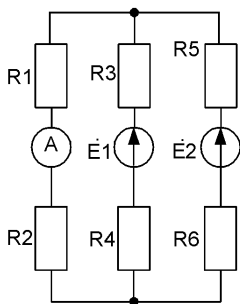

Рис. 2.53
2. Для заданной цепи (рис. 2.53–2.58) определить согласно варианту (табл. 2.5) показание амперметра методом эквивалентного генератора.